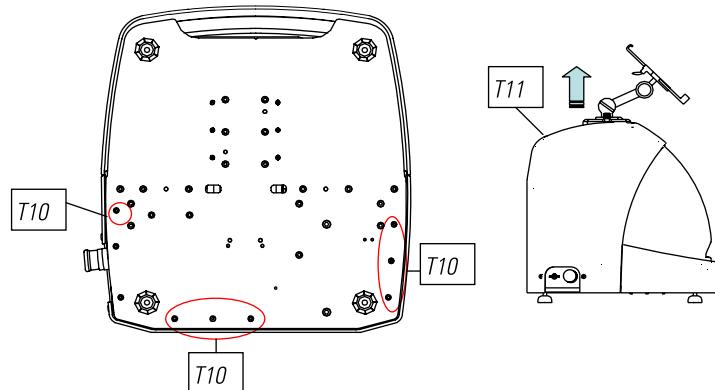

FIG. 28
- 3) Lâcher 7 vis (T10) avec une clé allen de 3 (Fig.28)